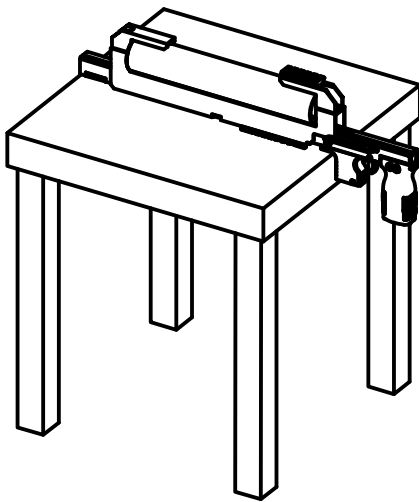

Рис. 18.
- 1) отделите магазин и снимите переднюю рукоятку, положите устройство вертикально на стол (рис. 18);